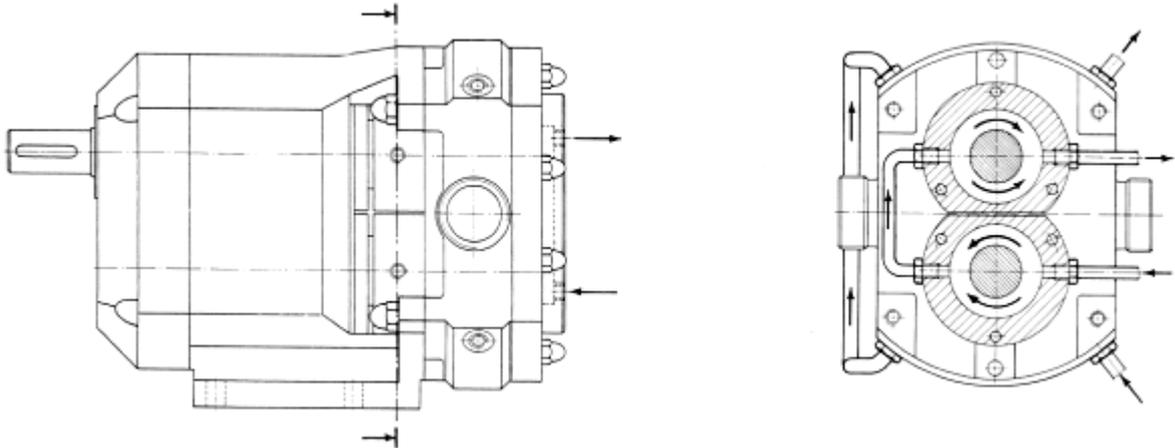

Abb. 9
- 2 - Beim Ersatz der GLRD ist auch der Wellenring (224) und der Lippenring (223) der Hilfsdichtung zu ersetzen.
- 4 - Es ist sicherzustellen, dass die Spülung während des Betriebs der Pumpe eingeschaltet und wirksam ist, da sonst die Hilfsdichtung beschädigt wird (Anschlussschema Abb. 9).
- 6 - Um den Gegenring der GLRD zu entfernen, muss zuerst das Spülgehäuse (220) vom Pumpenkörper abgenommen werden.